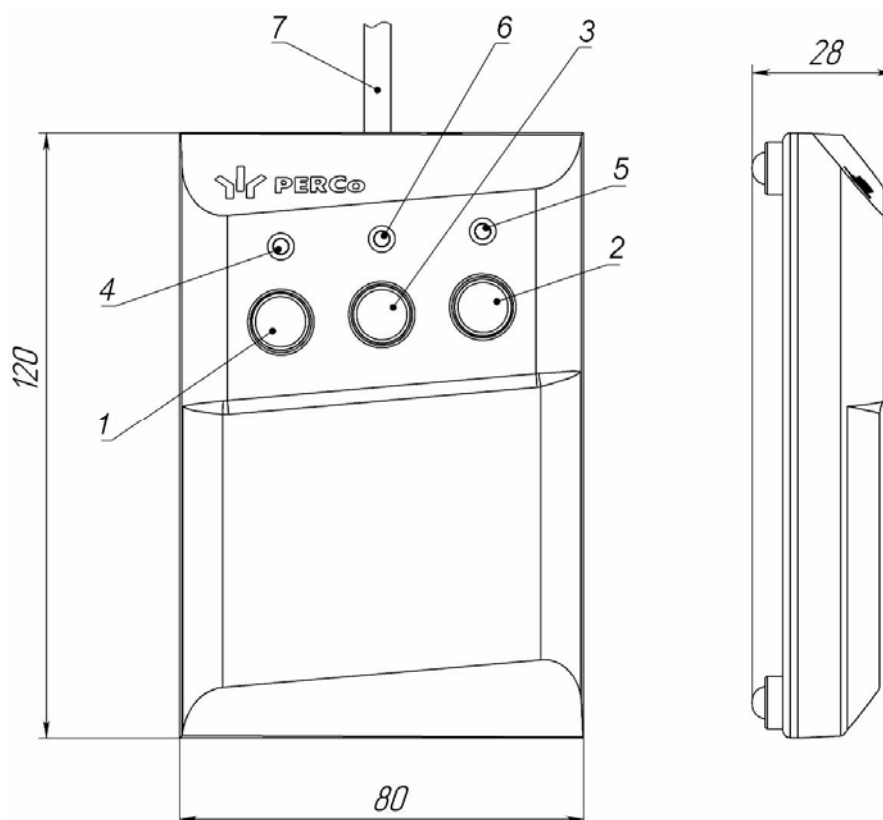
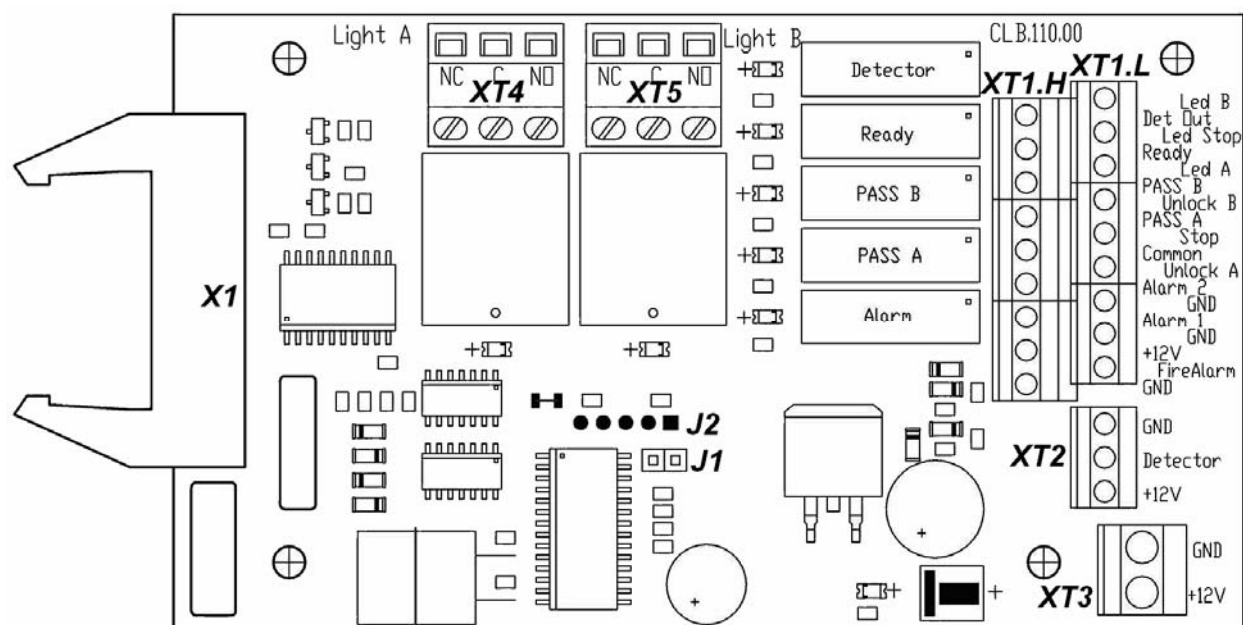
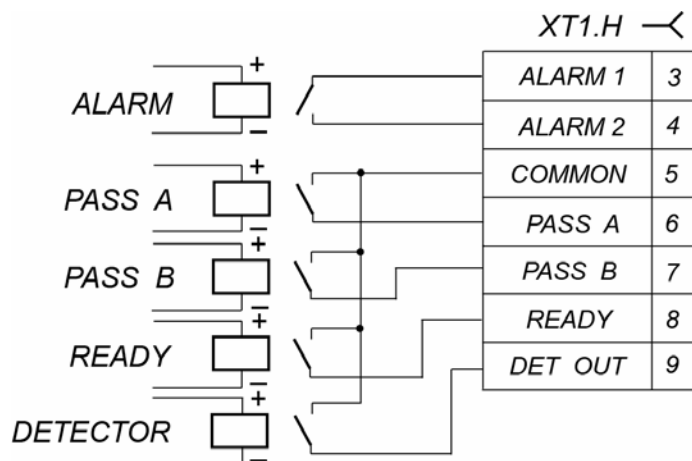

Рисунок 4 Общий вид и габаритные размеры ПДУ
Рисунок 5 Внешний вид платы управления
Рисунок 8 Выходные каскады для *PASS A*, *PASS B*, *Ready*, *Det Out* и *Alarm*
5.2.3 ПДУ выполнен в виде небольшого настольного прибора в корпусе из ударопрочного АБС-пластика и предназначен для задания и индикации режимов работы при ручном управлении турникетом. ПДУ подключается к плате управления гибким многожильным кабелем (17) через клеммную колодку **XT1.L** (см. рис.5). Общий вид ПДУ показан на рис. 4.
На лицевой панели ПДУ расположены три кнопки для задания режимов работы турникета. Над кнопками расположены световые индикаторы. В корпусе ПДУ установлен зуммер для звуковой индикации. Средняя кнопка **STOP** предназначена для переключения турникета в режим «*Запрет прохода*». Левая и правая кнопки **LEFT**, **RIGHT** предназначены для разблокировки турникета в выбранном направлении. Изменить ориентацию ПДУ относительно установки стойки турникета (если на месте установки стойка обращена к оператору не лицевой, а тыльной стороной) можно, поменяв местами провода от ПДУ, подключаемые на контакты *Unlock A* и *Unlock B* а также *Led A* и *Led B* соответственно (см. рис. 5 и рис. 11).
5.2.4 Внутри стойки расположен кронштейн с установленной платой управления (см. рис. 5) и клеммами для подключения внешних устройств. К плате подключаются ПДУ, выходы СКУД, устройство РУ, ДКЗП, устройство для подачи команды аварийной разблокировки турникета *Fire Alarm* (далее – *устройство Fire Alarm*). На клеммы подключения внешних устройств выведены линии подключения источника питания, линии управления механизмом картоприемника, линии сигналов считывателей. Подключение внешних устройств производится в соответствии со схемой подключения турникета и дополнительного оборудования (см. рис. 11). Схема электрических соединений внутри турникета приведена на рис. 12.
5.3.7 Обозначения установленных на плате управления клеммных колодок и назначение их контактов показаны на рис. 5 и на наклейке, аналогичной рис. 5, расположенной на внутренней поверхности крышки турникета.
5.4.3 Реле *PASS A* (контакты *PASS A* и *Common*), *PASS B* (контакты *PASS B* и *Common*), *Ready* (контакты *Ready* и *Common*), *Detector* (контакты *Det Out* и *Common*) и *Alarm* (контакты *Alarm 1* и *Alarm 2*) имеют нормально-разомкнутые контакты. При этом общий для этих реле контакт *Common* не соединен с минусом источника питания турникета. В исходном (неактивном) состоянии при включенном питании контакты реле *PASS A*, *PASS B*, *Ready* и *Detector* замкнуты (на обмотку реле подано напряжение), а контакты реле *Alarm* разомкнуты (напряжение на обмотку реле не подано). Факт срабатывания/отпускания реле *PASS A*, *PASS B*, *Ready*, *Detector* и *Alarm* можно определить по загоранию/гашению красных индикаторов, которые установлены вблизи указанных реле (см. рис. 5). Выходные каскады для *PASS A*, *PASS B*, *Ready*, *Det Out* и *Alarm* – контакты реле (см. рис. 8) со следующими характеристиками сигналов:
5.5.2 Режим управления определяется наличием перемычки на разъеме **J1** (расположение разъема **J1** показано на рис. 5 и на наклейке, расположенной на внутренней поверхности крышки):
5.9.2 Подключение ДКЗП прохода производится к клеммной колодке **XT2**, а сирены – к клеммной колодке **XT1.H** платы управления согласно схеме электрических соединений (см. рис. 11 и рис. 5). ДКЗП должен иметь нормально-замкнутые контакты. Если ДКЗП не подключен, то рекомендуется установить перемычку между контактами *Detector* и *GND* клеммной колодки **XT2**.
На контакты *Det Out* и *Common* клеммной колодки **XT1.H** платы управления (см. рис. 5) всегда транслируется сигнал о текущем состоянии ДКЗП.
5.9.3 Подключение устройства, подающего команду аварийной разблокировки, производится к клеммной колодке **XT1.L** платы управления согласно схеме электрических соединений (см. рис. 11 и рис. 5). Если вход *Fire Alarm* не используется, то необходимо установить перемычку между контактами *Fire Alarm* и *GND*. При поставке данная перемычка установлена.